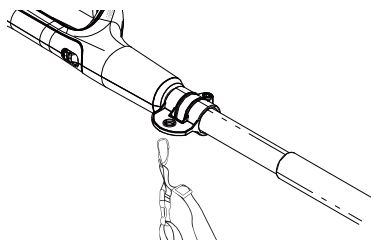

Fig. 17
2. Enganche la correa para el hombro en el orificio del gancho de la correa para el hombro. (Fig. 17)